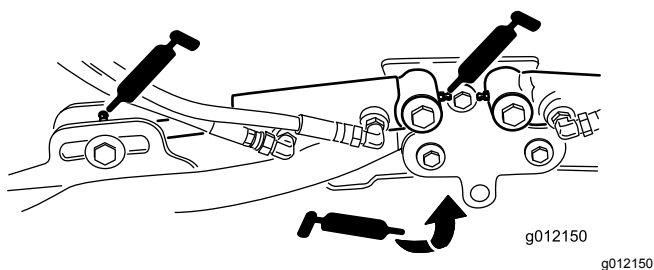

Figure 65
- Pivots des bras de levage (x 1) (Figure 65)